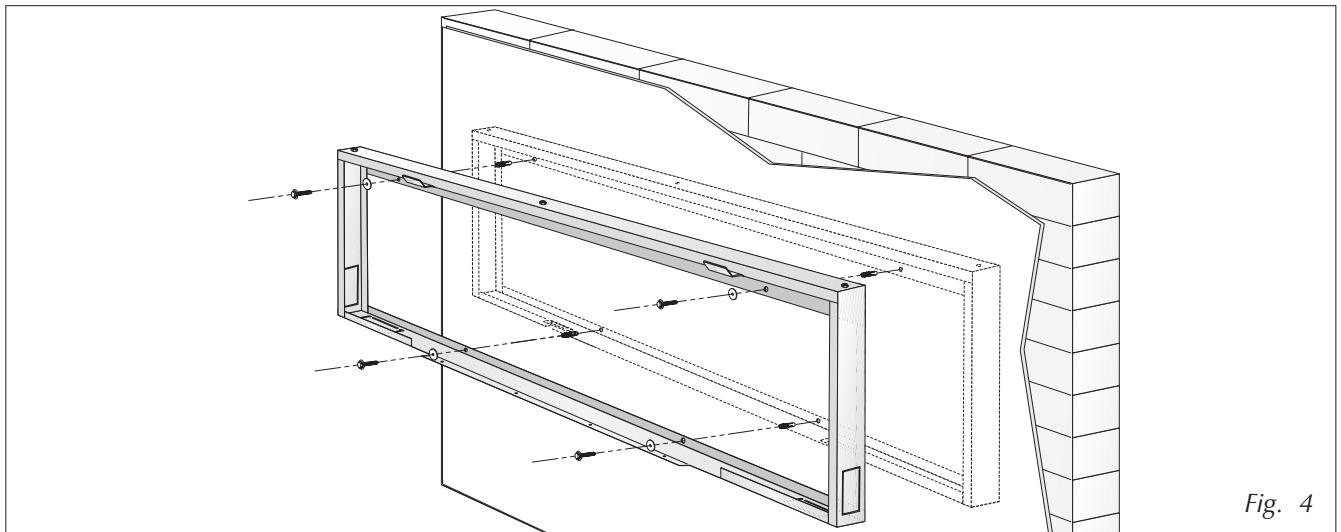

Fig. 4
- Fissare il telaio alla parete (fig.4).
- Fix the support template to the wall (fig.4).
- Fixer le châssis au mur (fig.4).
- Den Rahmen an die Wand schrauben (Abb. 4).